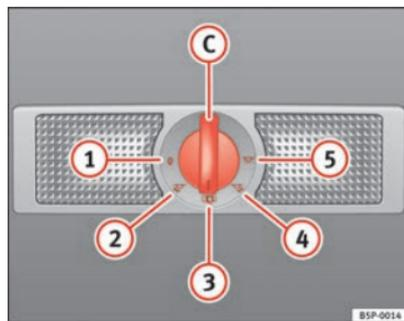

Fig. 81 Rivestimento interno del tetto: la luce interna e le luci di lettura posteriori
Con l'interruttore ⇒ fig. 81 C si possono selezionare le seguenti modalità:
Quando l'interruttore si trova nella posizione ⇒ fig. 81 ①, sia la luce principale che le luci di lettura sono spente.